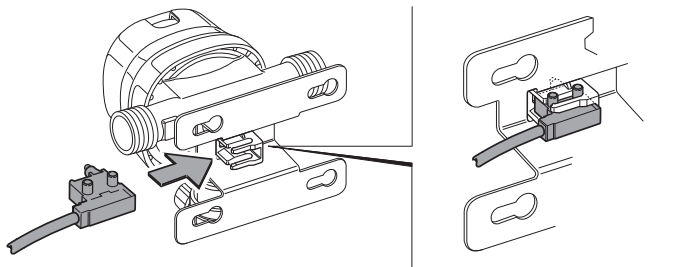

Bild 4
- ▶ Skjut in givaren i hållaren på DuoControl CS från sidan (Bild 4). Givaren måste kännbart klicka fast i hållaren.